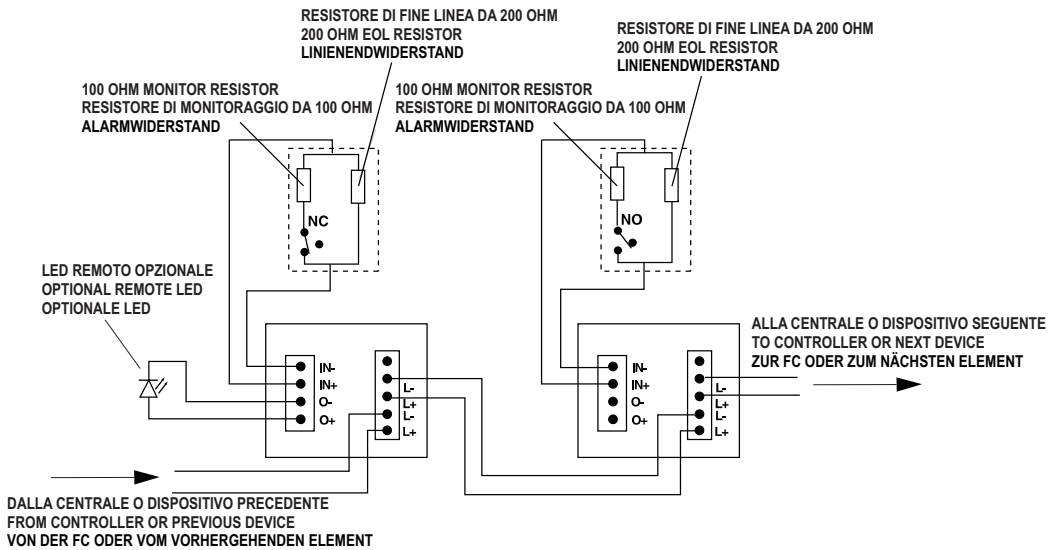

FIG. 2 Schema di collegamento del FC410MIM
- 4) Connect the wiring for the monitored contact as shown in Fig. 2.
☞ See Fig.2:
- 4) Collegare il contatto monitorato come mostrato in Fig. 2.
☞ Vedere Fig.2: